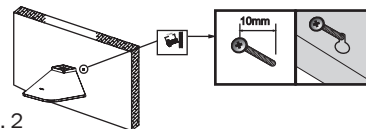

Рис. 2
2. Вставьте в отверстия 4 самореза. Убедитесь, что видимая часть саморезов, на которые будет навешиваться вытяжка, составляет не менее 10 мм. (Рис. 2)